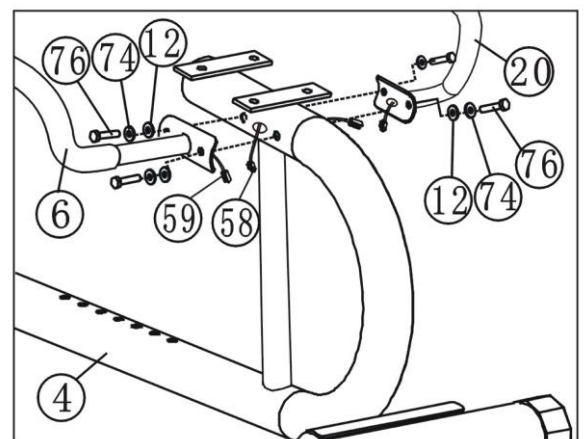

Figure 7
Conectati firele de la senzori de puls (59) din tuburile stanga si dreapta (6, 20) cu firele de senzori de puls (58) din postamentul de sa (4). Dupa care montati tuburile stanga si dreapta (6, 20) la postamentul de sa (4) cu 4 suruburi M8*20 (76), 4 saibe elastice (74) si saibe ondulate (12). (Vedeti figure 7).